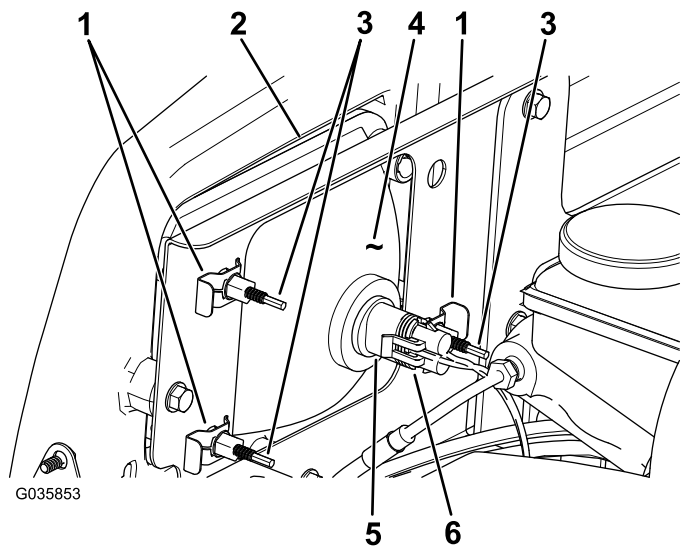

Figure 41
- Débranchez le connecteur électrique de faisceau du connecteur du phare (Figure 41).
- Déposez les clips rapides qui fixent le phare à son support (Figure 41).
- Sortez le phare en le déplaçant vers l'avant à travers l'ouverture dans le pare-chocs avant (Figure 41).
- Montez le phare neuf par l'ouverture dans le pare-chocs (Figure 41).
- Branchez le connecteur électrique de faisceau sur le connecteur de l'ampoule (Figure 41).
- Au dos du phare, tournez les vis de réglage (Figure 41) pour orienter le phare et aligner la position de son faisceau.